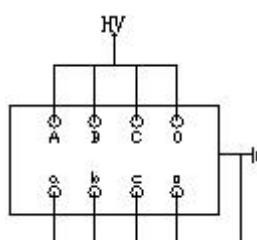

图 6-11 变压器反接法
(2) : 反接法、电压为 10KV 一次绕组对二次绕组及地、接线见图 6-11